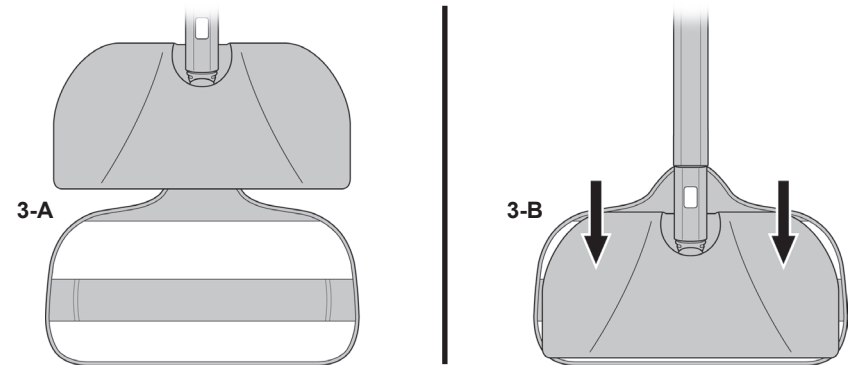

FIGURA 3
2. Alinee la Cabeza del Trapeador encima de la Almohadilla de Microfibra. Asegúrese de que la Cabeza del Trapeador que orientada con la almohadilla como se muestra, y céntrela lo más posible (FIGURA 3-A).
3. Presione la Cabeza del Trapeador firmemente hacia la Almohadilla de Microfibra. Las cintas sujetadoras se pegarán a las agarraderas de la almohadilla en la parte inferior de la Cabeza del Trapeador. La Almohadilla de Microfibra se debe conectar y quedará lista para usarse (FIGURA 3-B).